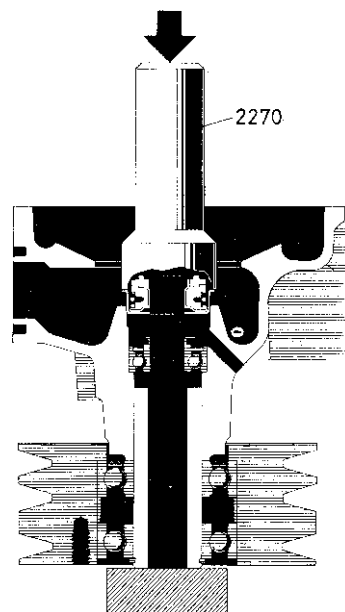

Fig. 168. Montering av tätning
5. Lägg i avkastarringen med flänsen vänd från lagret och pressa i axeltätningen med dorn 2270 (fig. 168). Obs! Kolringen och keramikringen som ingår i tätningen får ej komma i kontakt med fett eller beröras med fingrarna. Doppa sliringen i tvålvatten och montera den på skovelhjulet tillsammans med gummisätet.